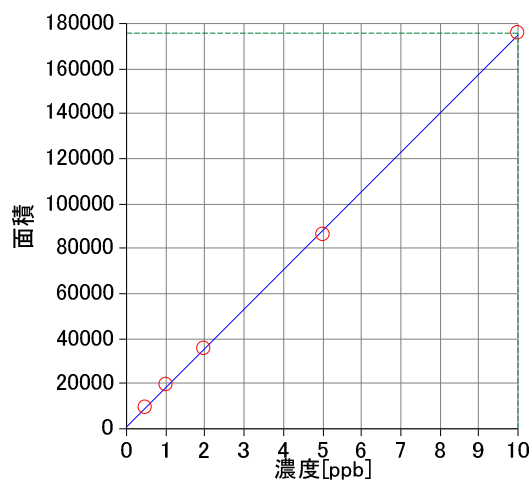

Fig.3. 本システムによる検量線と相関係数
3. 検量線：試料水中濃度が 0.5, 1.0, 2.0, 5.0, 10.0ppb になるようにダイアジノン-d10 を超純水に添加して調製した。本システムでそれぞれを測定し検量線を作成した。その検量線を Fig.3. に示す。相関係数 0.99987 で、直線性のある良好な結果を得ることができた。これにより、標準水溶液を用いて本システムで検量線を作成することが可能であることが分かった。